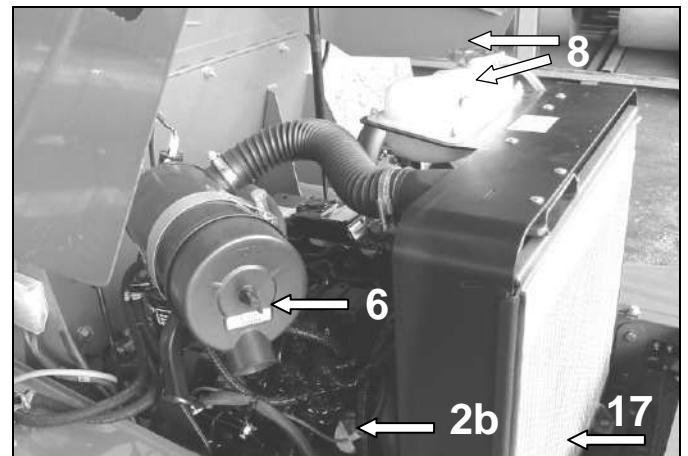

fig.8/3
- 28 - Prises hydrauliques type push-pull 1/2" F-ISO7241-1A (fig.8/18) avec distributeur à double effet pour les équipements éventuels qui requièrent des commandes hydrauliques supplémentaires, commandé par le levier **A** (fig.8/18).
- 21 - 12V 65A electric battery housing (fig.8/6)